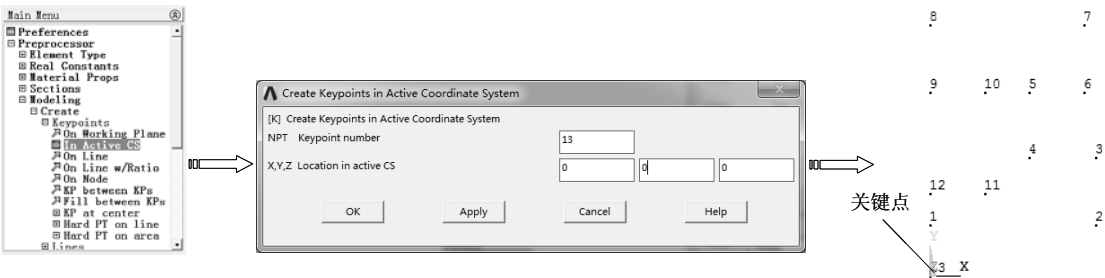

图 7-47 在活动坐标系中定义关键点 1
3) 选择 “Main Menu>Preprocessor>Modeling>Create>Keypoints>In Active CS” 命令，弹出 “Create Keypoints in Active Coordinate System” 对话框，输入关键点号为 13 和坐标值 (0, 0, 0)，单击 “OK” 按钮，以当前活动坐标系（系统默认为笛卡儿坐标系）定义一个关键点，如图 7-47 所示。